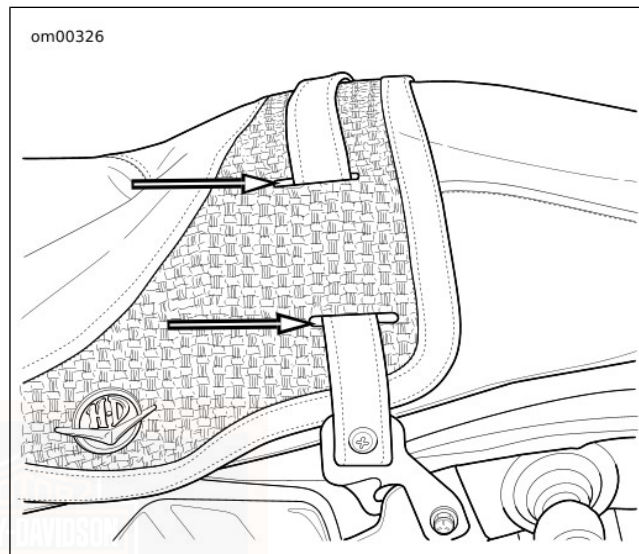

Figure 78. Fentes de sangle : FLHRC
5. Voir Figure 78. Sur la FLHRC et la FLTRU, tirer avec soin la sangle du siège de passager par les fentes du siège pour la déposer.
6. Voir Figure 78. Sur la FLHRC et la FLTRU, acheminer avec soin l'extrémité libre de la sangle du siège de passer par les fentes dans le siège.